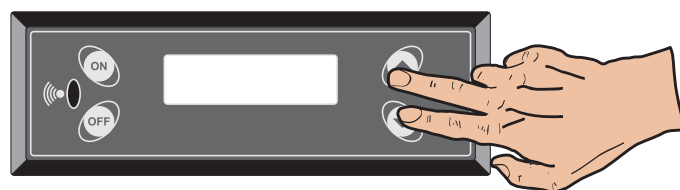

Fig. 7.3
- 1) Appuyer simultanément sur les touches  et , l'écran affichera: MENU SET MARCHE Fig 7.3.